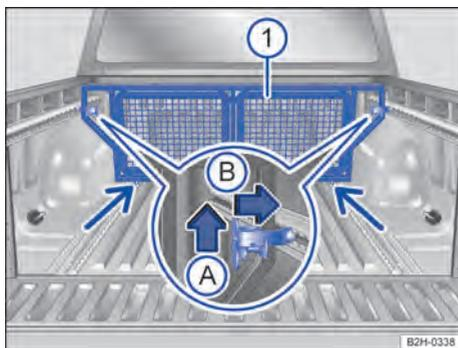

Fig. 128 No compartimento de carga: instalar o divisor do compartimento de carga.
1. Levar cuidadosamente o divisor do compartimento de carga → Fig. 128 ① até a posição de instalação desejada → ⚠.
3. Inserir o divisor do compartimento de carga nos trilhos de amarração inferiores → Fig. 128 (setas finas).
5. Puxar a alavanca de travamento para cima → Fig. 128 (seta ①) e pressionar até o batente para fora (seta ②).